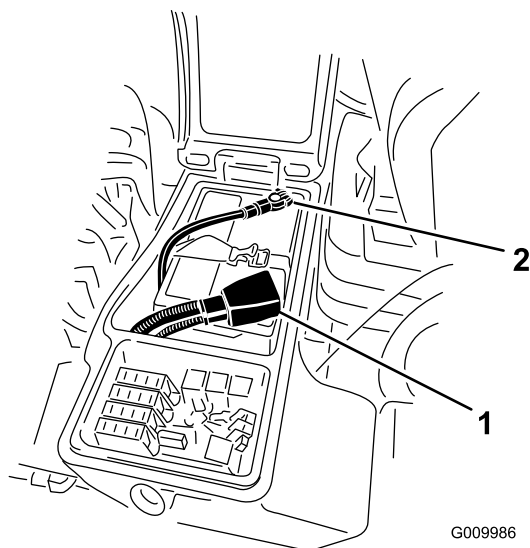

Figure 33
4. Raccordez le câble positif (rouge) de la batterie à la borne positive (+) et le câble négatif (noir) à la borne négative (-) (Figure 33). Fixez les câbles aux bornes avec les vis et les écrous. Assurez-vous que le collier du câble positif (+) est bien engagé sur la borne de la batterie et que le câble est placé tout près de la batterie. Le câble ne doit pas toucher le couvercle de la batterie. Placez le capuchon protecteur sur la borne positive pour éviter les courts-circuits.